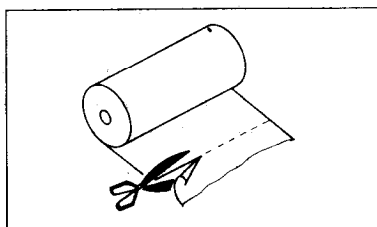

Fig. 1
- (1) Positionner l'interrupteur POWER de la table traçante sur ON et le commutateur ON LINE/LOCAL sur LOCAL.
- (2) Couper le papier sur toute sa largeur afin d'obtenir un bord net (Fig. 1).